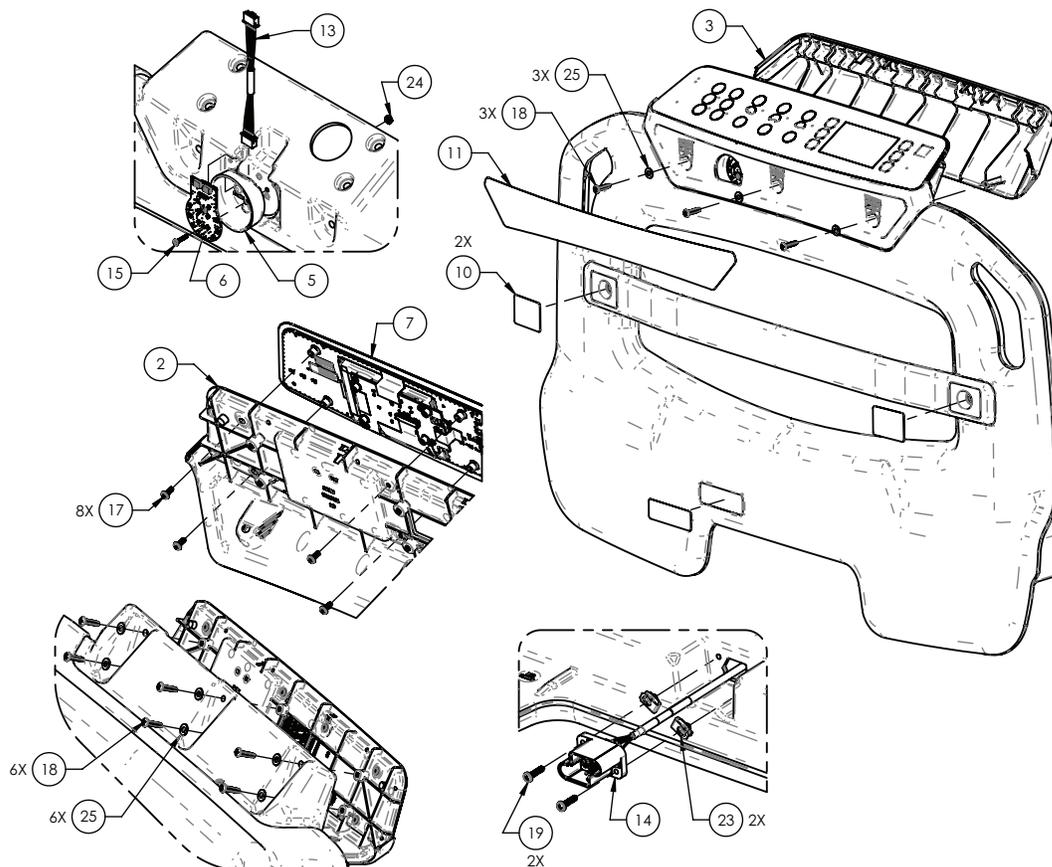

Figure 27 – Remplacement du câble principal du pied de lit
5. À l’aide d’un outil à pointe, retirer l’étiquette avant (11) du pied de lit (Figure 27).
6. À l’aide d’un tournevis cruciforme n° 2, retirer les trois vis (18) et rondelles (25) qui fixent le panneau arrière (3) au pied de lit (Figure 27). Retirer et conserver le panneau d’accès.
7. À l’aide d’un tournevis cruciforme n° 2, retirer et conserver les six vis (18) et six rondelles (25) qui fixent le clavier/l’affichage (7) au pied de lit (Figure 27).
8. Débrancher le câble du clavier/affichage et le câble lumineux du pied de lit iBed (13). Retirer et conserver le clavier/l’affichage (7) (Figure 27).
10. À l’aide d’un tournevis cruciforme n° 2, retirer et conserver les deux vis (19) qui fixent le câble principal du pied de lit (14) au fond du pied de lit (Figure 27).
11. Retirer le câble principal du pied de lit (14) du pied de lit et le jeter (Figure 27).